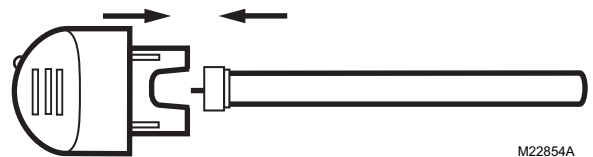

Fig. 19. Reemplace el vidrio de la lámpara en el soporte.
6. Inserte el nuevo vidrio de la lámpara en el soporte de la lámpara, alinee la llave y presiónelos para que se unan. Vea la Fig. 19.